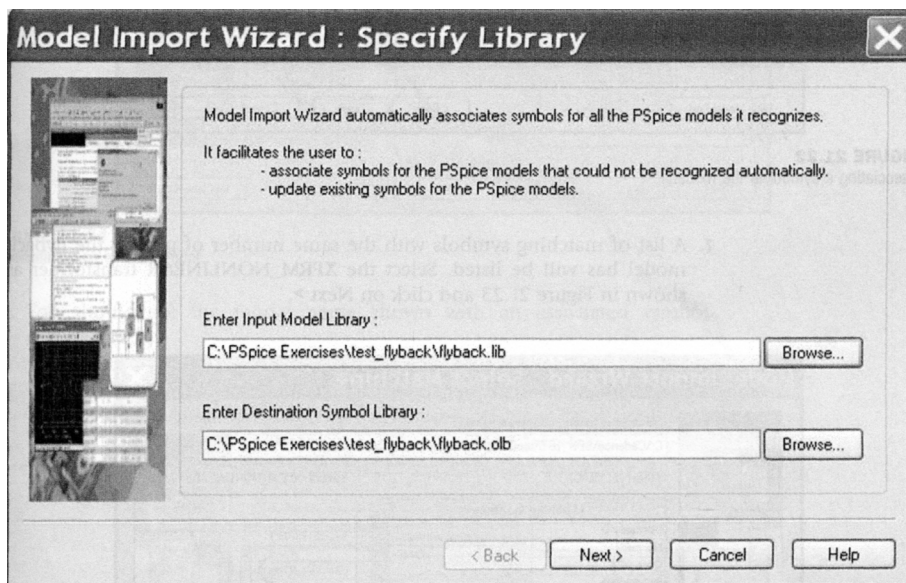

图 21.21 输入 flyback.lib PSpice 模型库文件
4. 按照如图 21.21 所示配置模型库，单击 Browse 浏览按钮查找 flyback.lib，并且保持 Destination Symbol Library 对话框为默认设置，然后单击 Next > 按钮继续进行设置。